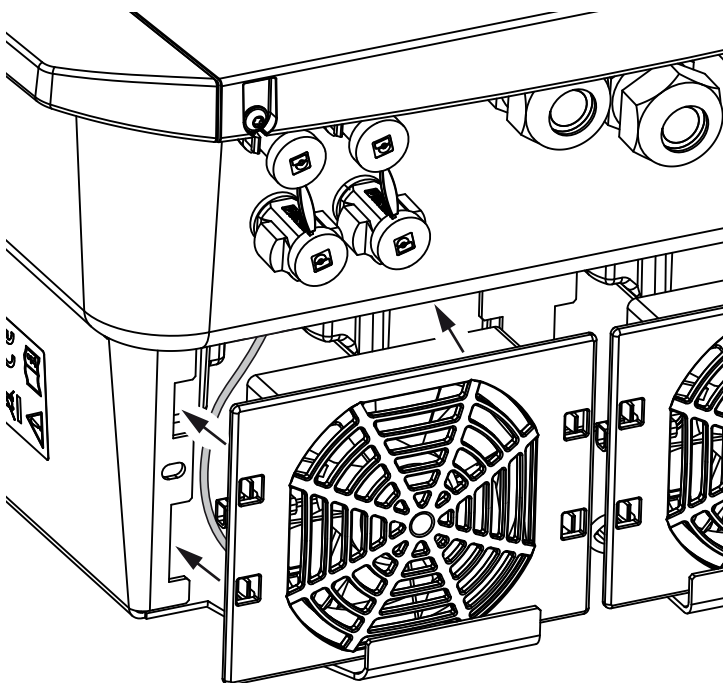

Bild 67: Montering av fläkten
- Att fläkten är korrekt installerad i fläktramen (luftflödesriktningen). **Bild 67**